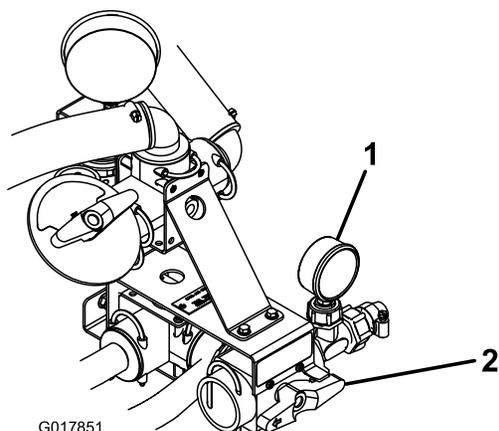

図 19
3. 制御バルブについている赤いノブを回してハンドガン・モードにする (図 19)。
注 制御バルブの右側にある水圧計を見ながら制御バルブの赤いノブを操作して、ハンドガン散水時の希望水圧に設定する (図 19)。
2. 制御バルブについている赤いノブを回してブームからの散布モードにする (図 19)。